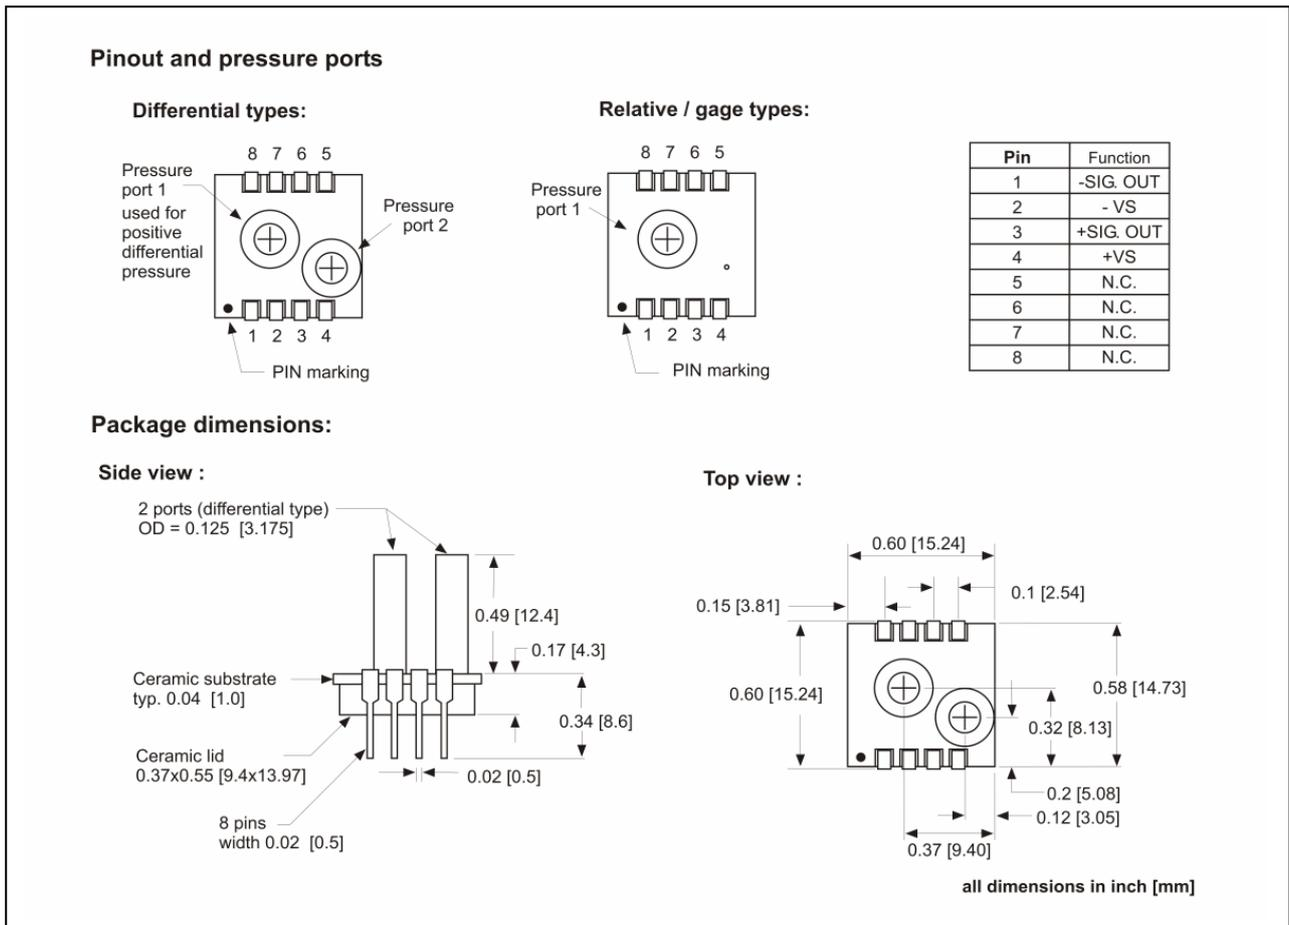

图 2: 管脚名称和外形尺寸 (所有图示尺寸单位是英寸和毫米)
- 1) 电源电压定义为引脚 4 和引脚 2 之间的电压（见图 2）。
- 10) 压力连接端口 2 处的介质兼容性：（见图 2）对硅材料、派热克斯玻璃（Pyrex）、室温硫化硅橡胶（RTV-Silicone）等无腐蚀性的气体或液体。对于带金属管的压力传感器，还必须考虑镀镍钢管及其环氧树脂粘合剂的介质兼容性。
- 11) 压力连接端口 2 处的介质兼容性：（见图 2）干净、干燥的气体，对硅材料、室温硫化硅橡胶（RTV-Silicone）、黄金材料无腐蚀性的气体（碱性或酸性液体将会导致传感器的损坏）。对于带金属管的压力传感器，还必须考虑镀镍钢管的介质兼容性。
传感器的压力连接是通过粘结在陶瓷基座上面的金属压力端口（采用软管进行连接）进行的。根据传感器的类型和测量不同的压力，会有一个或两个压力端口连接到需要测量压力的设备上。压力端口 1 是连接到传感器压力芯体的背面，压力端口 2 是连接到压力芯体的顶部（压力端口的定义见图 2）。正向压力是指压力加载在压力芯体背面的压力。
OEM 压力传感器 AMS 5612 的外形是双立直插 DIP 形式，便于在 PCB 电路板上的安装。图 2 给出了带有金属管的外形尺寸和管脚名称。